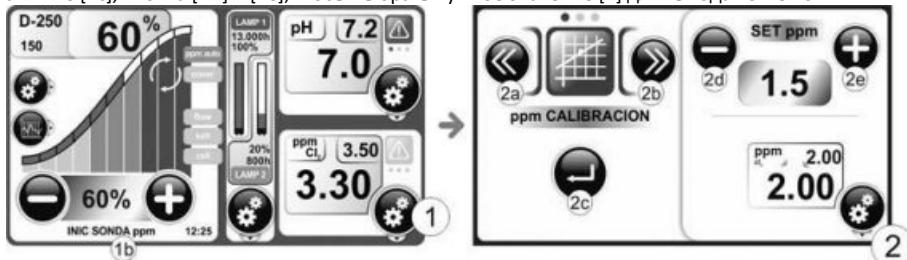

Рисунок 27
Инициализация системы настроек занимает несколько минут при стабилизации. Хотя устанавливаемые параметры не могут считаться стабильными, не рекомендуется выполнять одновременную инициализацию других систем, например, дозирующих насосов или электролизного оборудования. При этом активация инициализированных настроек не начнется, пока не появится сообщение "INIT выхода промилле" (Рисунок 27 - 1b). В данном случае на схеме показано "---"
- 2) Введите желаемое значение в меню "SET промилле", используя клавиши [2a] и [2b]. (Рисунок 27)